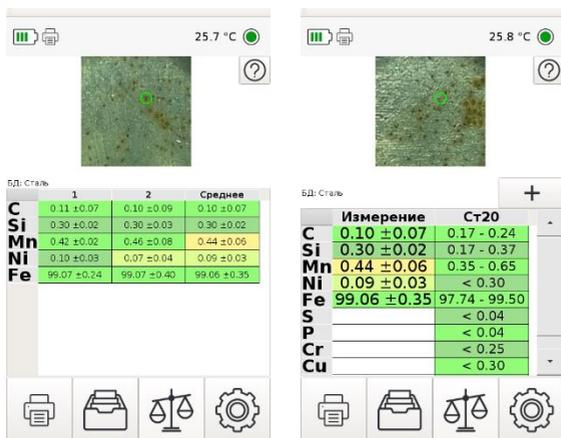

Рисунок 25 Измерение с функцией усреднения нескольких серий.
- Переключатель усреднения нескольких серий измерений. При нажатой кнопке «Одна серия» выводится один результат по текущему измерению с отображением СКО. Если нажата кнопка «Несколько серий», то на экране будет отображаться последовательность измерений серий и их среднее значение (см. Рисунок 25). Каждое отдельное измерение и усредненный результат сохраняются в архиве. При коротком нажатии на кнопку запуска измерений прибор отобразит на экране среднее по измеренным значениям, СКО и марку (здесь же появится возможность выбора марки из других марочников, см пп 4.2.5 - 4.2.6). Подобное усреднение результатов можно повторить с отдельно снятыми сериями измерений (при нажатой кнопке «Одна серия») с помощью функций архива (см. п. 4.3.7).